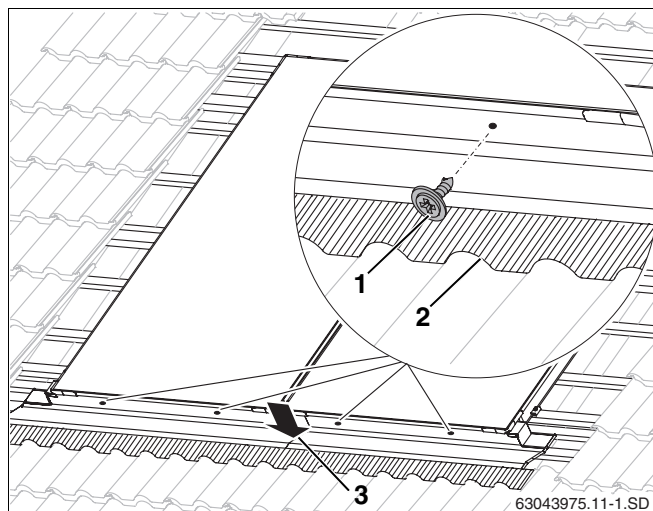

Fig. 48 Fixation des tôles inférieures
- Fixer les tôles dans les granulations à l'aide de vis (longueur 12 mm, fig. 48, **pos. 1**) et de rondelles d'étanchéité.
- Appuyer la tôle supérieure contre la tôle inférieure (fig. 48, **pos. 3**).
- Adapter les feuilles de plomb dans la zone frontale du contour des tuiles (fig. 48, **pos. 2**).